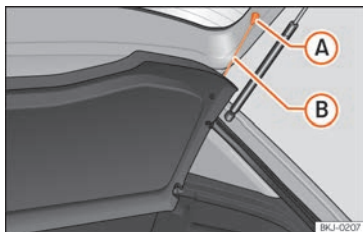

Fig. 163 Nel bagagliaio: smontare e montare il ripiano.
- Sganciare i tiranti di sostegno »» fig. 163 (A) dagli alloggiamenti (A).
- Agganciare i tiranti di sostegno »» fig. 163 (B) nel portellone posteriore.